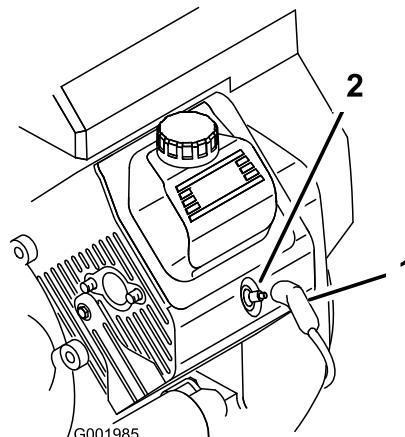

Figura 50
3. Desconecte los cables de las bujías (Figura 50).